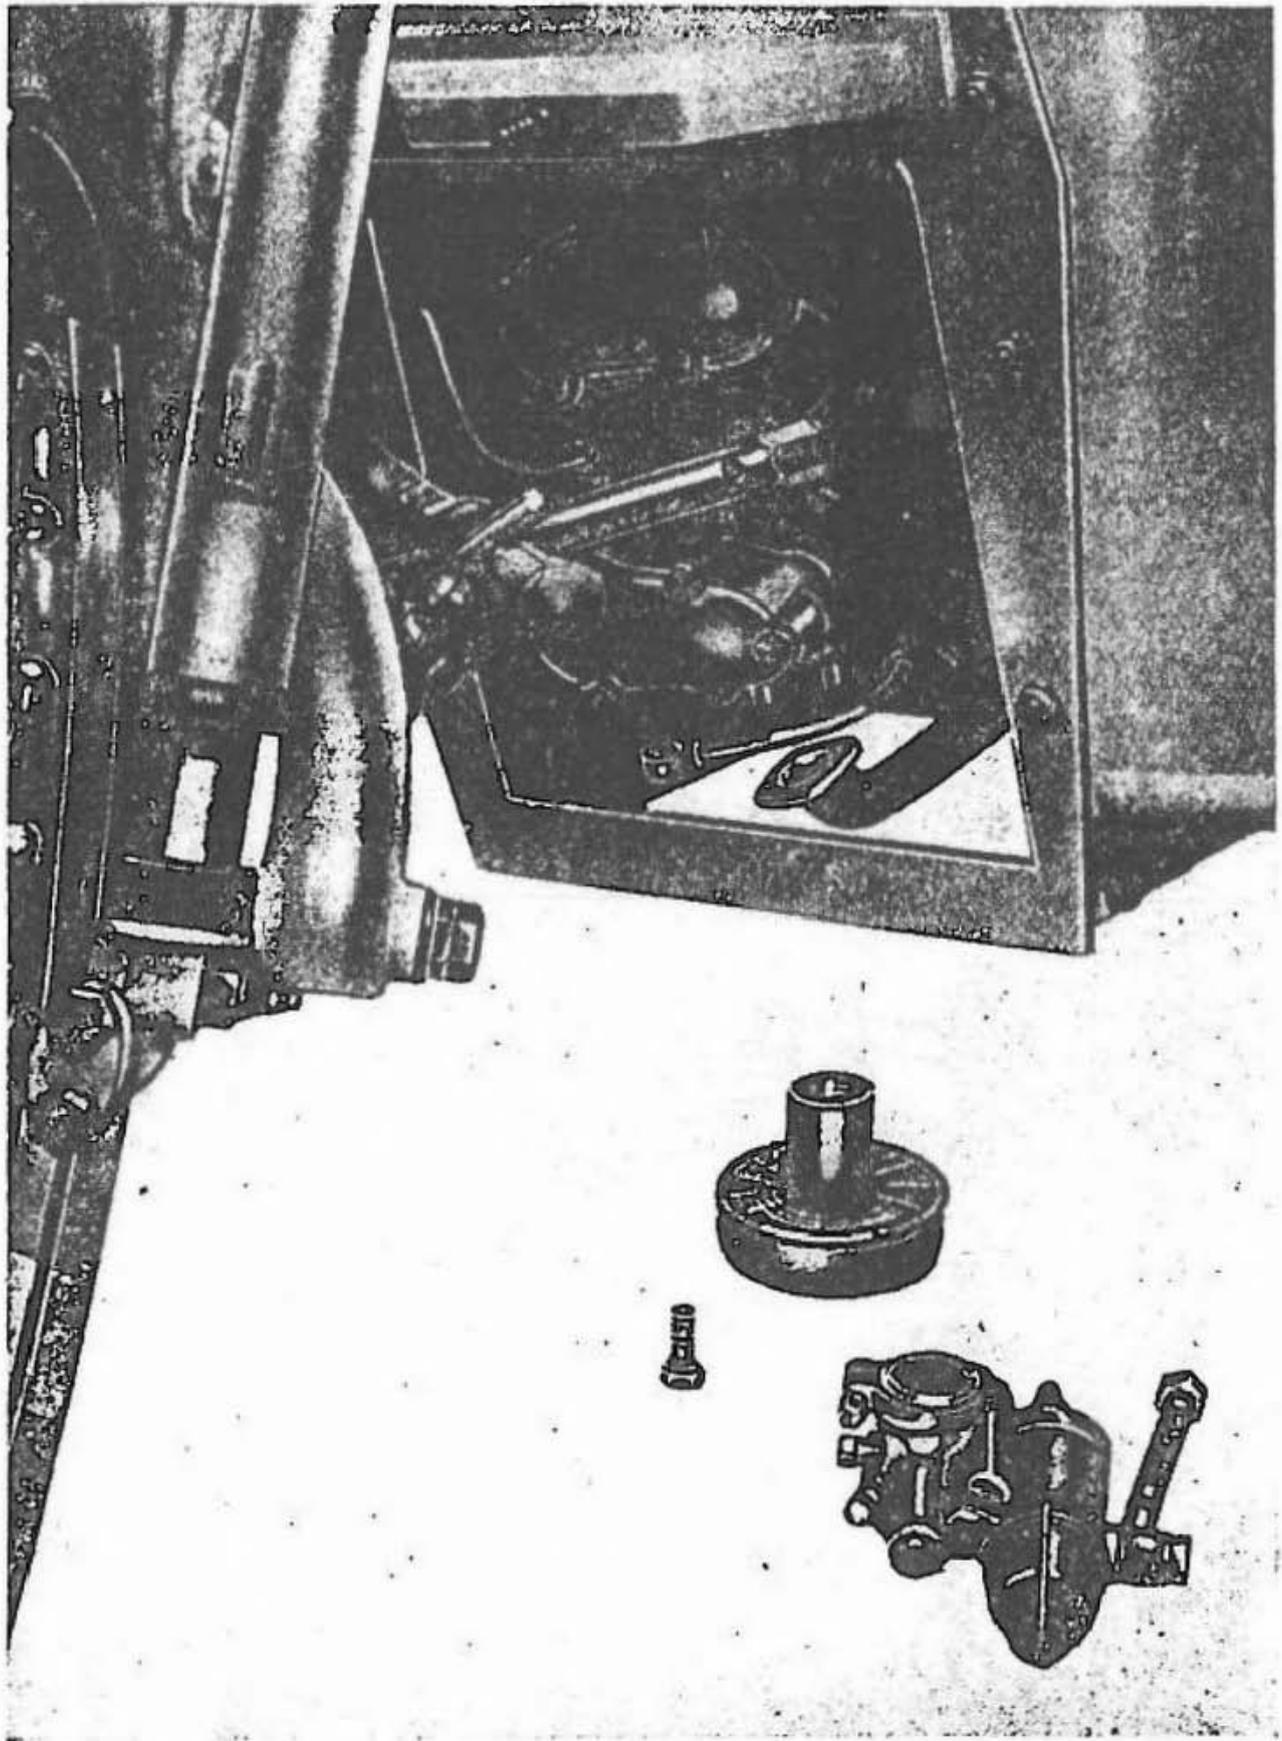

Fig. 16
- i tre dadi sui tiranti di fissaggio testa (*vedere fig. 16*).